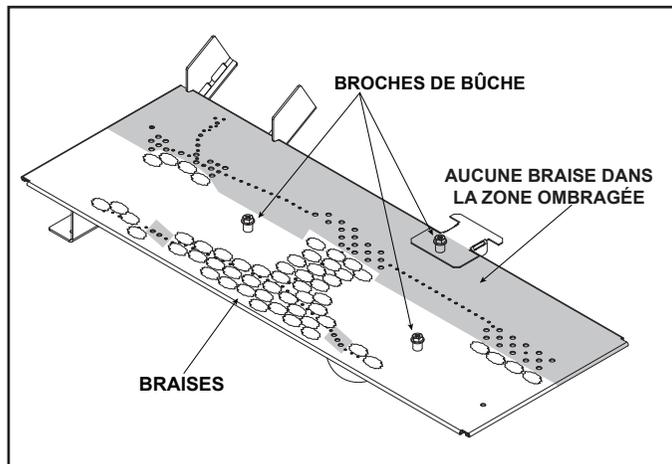

Figure 2. Emplacements de la tige de la bûche et de la braise incandescente
6. Placez les braises incandescentes et installez-les comme indiqué à la Figure 2. N'installez pas de braises incandescentes sur la rangée arrière d'orifices de brûleurs. Les braises incandescentes peuvent être placées directement au-dessus des orifices du brûleur ; toutefois, pour obtenir une hauteur de flamme frontale optimale, placez les braises incandescentes autour des groupes d'orifices du brûleur indiqués par les « flèches » de la Figure 8.